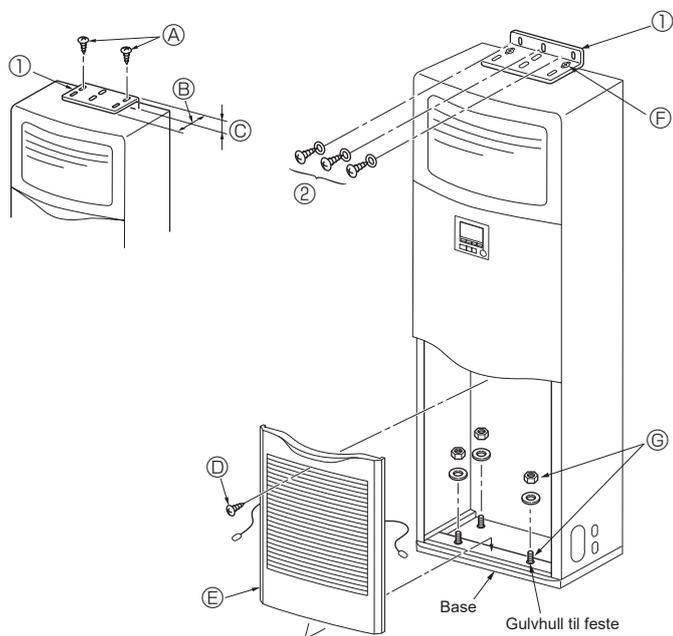

Fig. 3-2
①	Vinkeljevn mot velting	1	Toppen på enheten.
②	Plateskruer (med skive)	3	Innsiden av inn-sugningsgitteret.
③	Gassrørisolasjon (stor)	1
④	Væskerørisolasjon (liten)	1
⑤	Bånd	5
⑥	Avløpsmuffe	1
⑦	Hylse (til ledningshullet)	2
⑧	Notis til strømbryter, etikett	1
3.2. Vinkeljevn mot velting (Fig. 3-2)